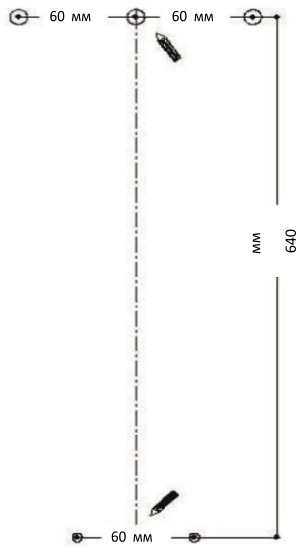
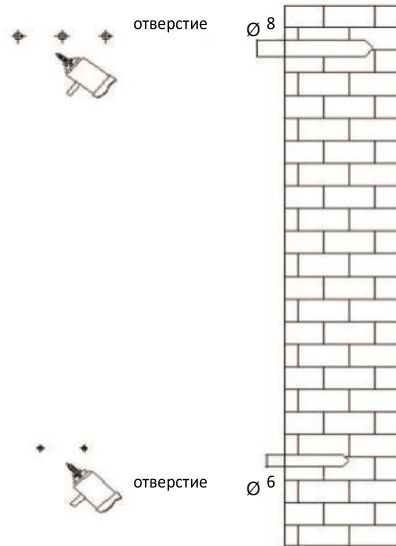

Рис.1
Рис.2
**Шаг первый:** при помощи ударной дрели просверлите 5 отверстий: 3 верхних отверстия диаметром Ø8, расстояние между каждыми 2 отверстиями составляет 60 мм; под ними просверлите 2 отверстия диаметром Ø6, расстояние между этими двумя отверстиями составляет 60 мм, а затем вверните 3 распорных дюбеля в 3 отверстия Ø8 и 2 распорных дюбеля в отверстия Ø6, как показано на Рис.1 и Рис.2.